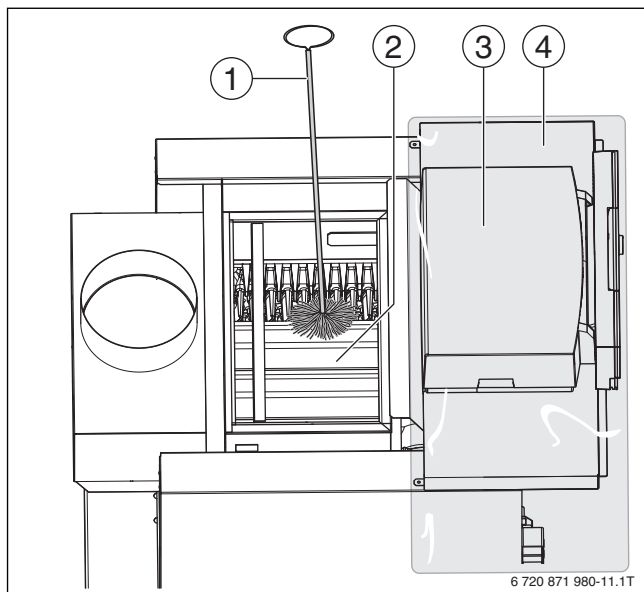

Рис. 44 Чистка газоотводящих каналов
- ▶ Снимите крышку люка для чистки с коллектора дымовых газов (→ рис. 44 [2], стр. 38).